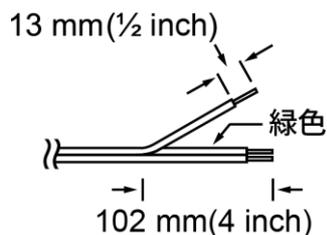

図 8. サーモスタット側コードを分離する
1. **サーモスタットのコード端**から 102 mm (4 inch) 程度コードを分離し、ビニール被覆を約 13 mm (½ inch) 取り除きます (図 8)。